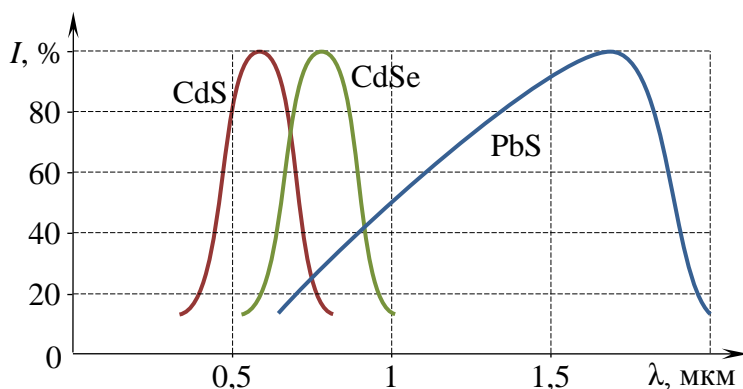

Рис.7.8. Спектральная характеристика фоторезистора
*Спектральная характеристика* отображает чувствительность фоторезистора при действии на него излучения определенной длины волны (рис.7.8).